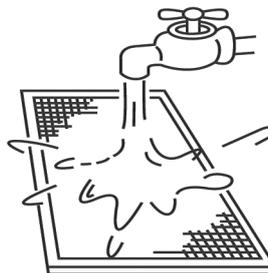

Abb. 5-16
- Während der Reinigung mit Wasser soll die Lufteinlassseite nach unten zeigen. (Siehe Abb. 5-16.)